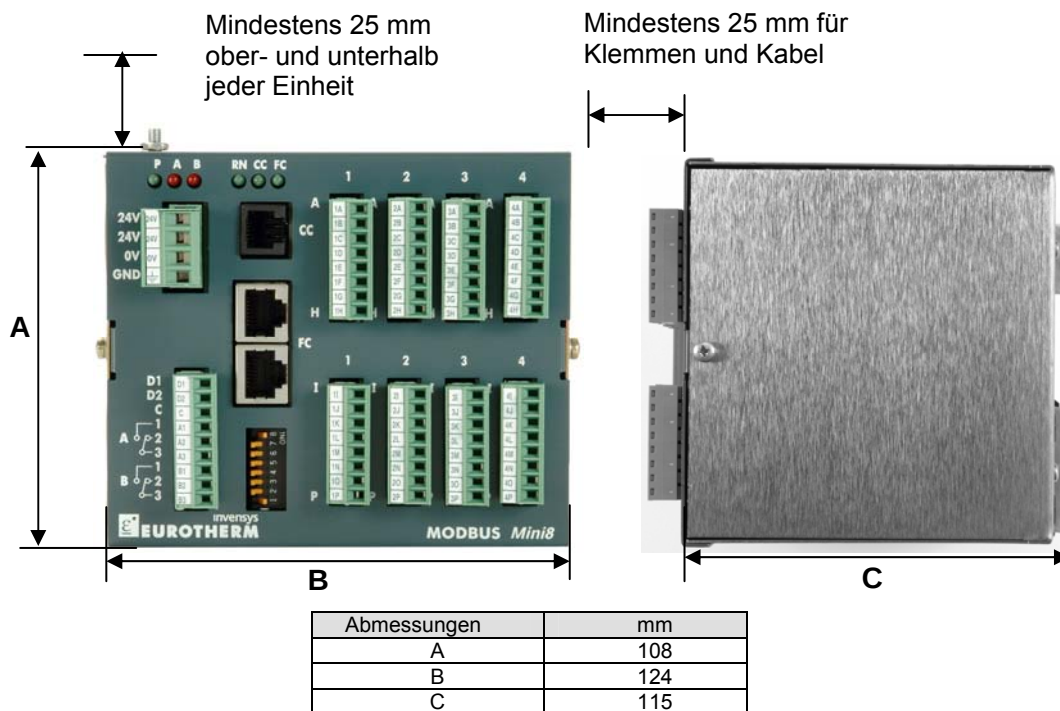

Abbildung 1-1: Mini8 Regler Abmessungen
2. Montieren Sie die DIN-Schiene gemäß Abbildung 1.1 horizontal. Der Mini8 Regler darf NICHT in einer anderen Ausrichtung eingebaut werden.